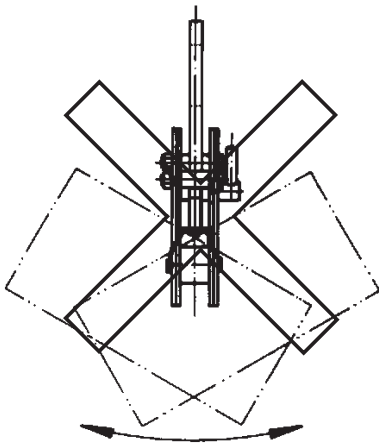

Fig. 1
- When transporting loads ensure that the load does not swing or come into contact other objects (see Fig. 1).
- Lors du levage ou du déplacement, la charge ne doit pas balancer, et il ne doit pas y avoir d'obstacle sur le parcours à effectuer (Fig. 1).